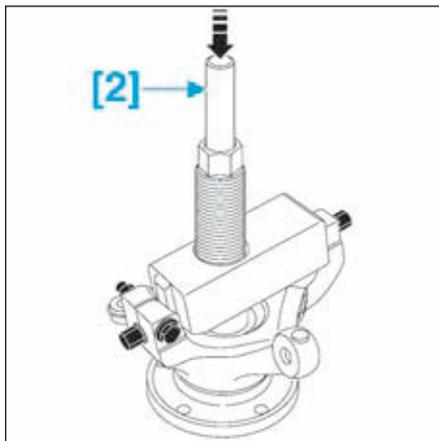

FIG.7
- Agir, par chocs successifs, sur la tige de décollement [2] pour pouvoir extraire le moyeu (Fig.7).